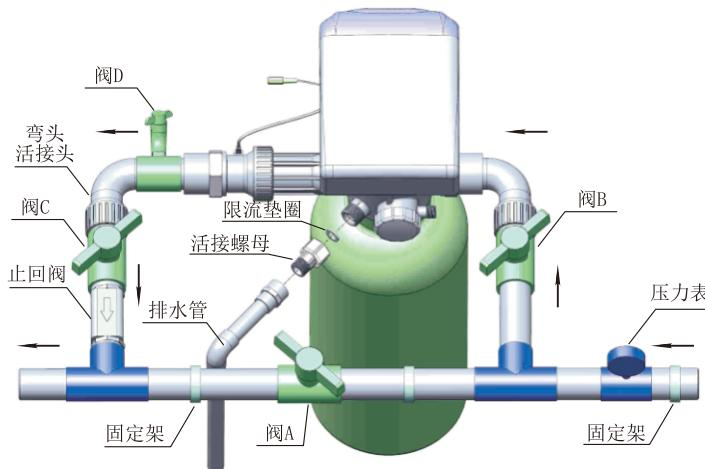

图1-3
**③ 安装进出水管**
- a、如图1-3所示，在进水端安装压力表；
将排水限流垫圈放入排水口，用活接螺母将排水口连接，如图1-3所示。